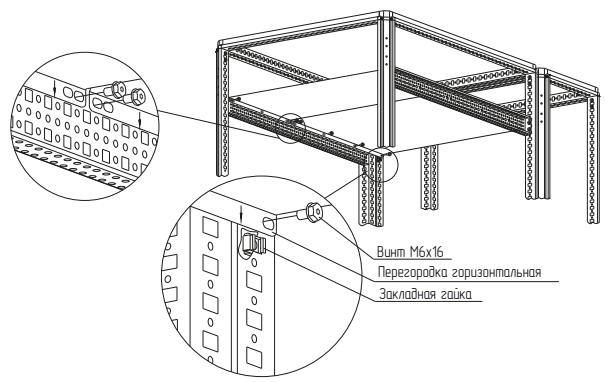

Рисунок 2
– вариант 2. Установить закладные гайки в квадратные отверстия реек монтажных тип В. Расположить перегородку горизонтальную между рейками монтажными тип В и закрепить винтами М6×12 и шайбой 6 (рисунок 2). Момент затяжки – 7 Н·м. Комплект крепежа приобрести отдельно;